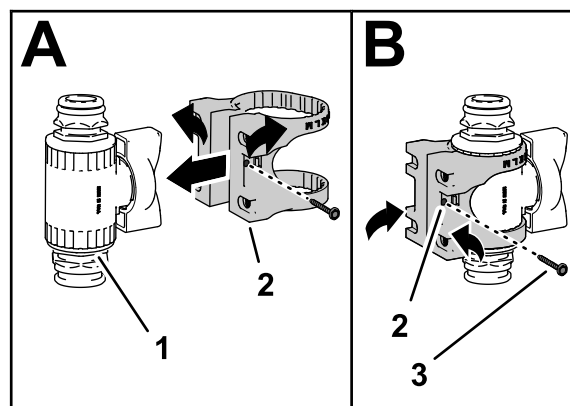

Figura 27
4. Montai suportul pentru supapă la nivelul unei supape de control drepte, aa cum se arată în seciunea A din Figura 27.
5. Fixai suportul pentru supapă la supapa de control cu ajutorul urubului cu guler (#6) i strângei urubul manual (seciunea B din Figura 27).